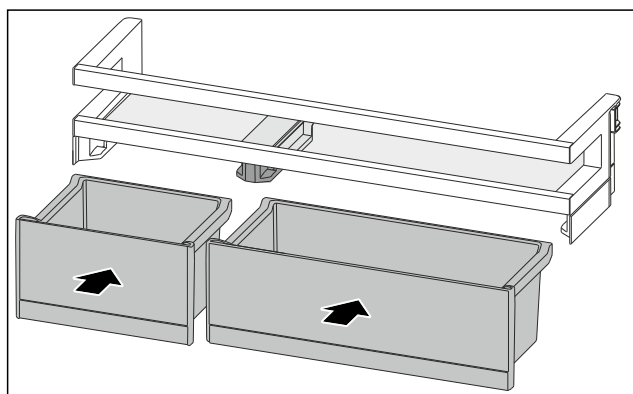

Fig. 153
- ▶ Vložte zásuvky VarioBox v zamenenom usporiadaní. (pozri Fig. 153)